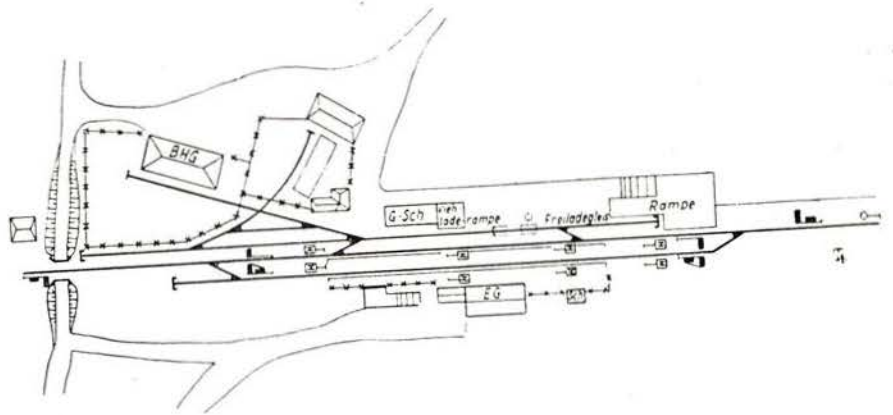

Bild 10
10. Ländlicher Bahnhof an einer Hauptbahn (Bild 10) Wenn die Absicht besteht, eine Hauptbahn auf der Anlage nachzubilden, so gibt es auch hier viele Möglichkeiten, brauchbare und vorbildnahe Bahnhöfe anzulegen. Wie ist es vielleicht mit dem Gleisplan, der im Bild 10 gezeigt wird? Um den Bahnhof gruppieren sich lediglich die BHG, eine Kohlen- und Düngerhandlung und drei bis vier Wohnhäuser. Die Gemeinde liegt abseits des Bahnhofs an oder auch hinter einem Bergrücken. Wir brauchen also wiederum kein Dorf zu bauen. Auf dem Güterbahnhof werden hauptsächlich landwirtschaftliche Verbrauchs- und Erzeugungsgüter sowie Granitsteine umgeschlagen. Daher ist — auch im Modell — die Laderampe förmlich mit Granitblöcken übersät. Im Modell wird die Länge der Bahnsteige auf die Länge der eingesetzten Modellzüge zugeschnitten.
sich um den Bahnhof nur wenige Häuser gruppieren. Aber auch das Gegenteil kann ruhig der Fall sein. Unkompliziert in seinem Aufbau finden wir zwei zum Teil überdachte Bahnsteige mit Unterführung, seitlich an das Empfangsgebäude anschließend die Güterhalle mit Rampe und Freiladegleis, das wiederum als Stumpfgleis bei der BHG endet. Der Bahnhof dient hauptsächlich, wie auch der im Bild 10, zu Kreuzungs- und Überholungszwecken.